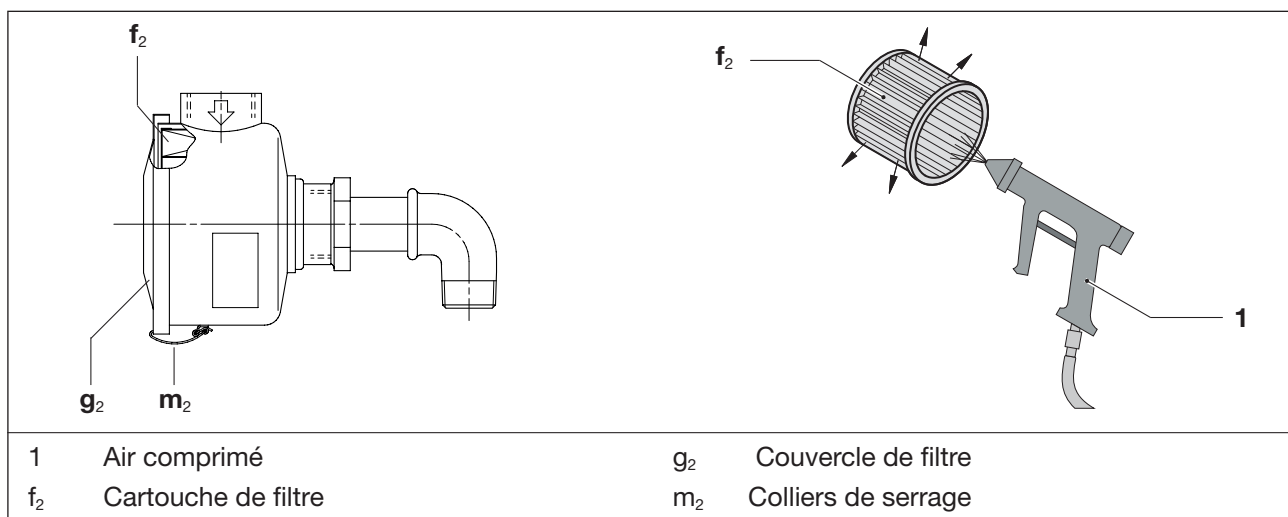

Fig. 7 Filtre d'aspiration
- Desserrez les colliers de serrage (Fig. 7/m2) sur le couvercle du filtre (Fig. 7/g2).
- Retirez la cartouche de filtre (Fig. 7/f2) du filtre et nettoyez ou remplacez-la.
- Remettez la cartouche de filtre dans le filtre et fixez le couvercle du filtre (Fig. 7/g2) à l'aide des colliers de serrage (Fig. 7/m2).